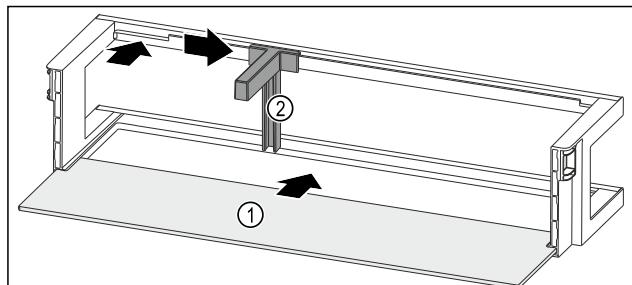

Fig. 89 Рафт на врата с рафт
- Вкарайте рафта Fig. 89 (1) в страничните прорези.
- ▶ Поставете преградата за бутилки Fig. 89 (2) в прореза.
- ▶ Пълзнете преградата за бутилки Fig. 89 (2) настрани до желаната позиция.